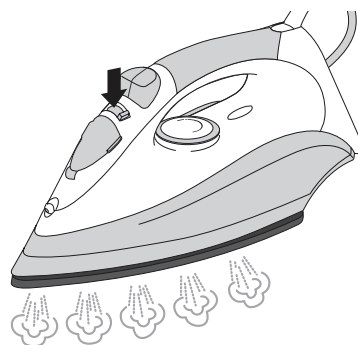

Figura 4
5. Ajuste la cantidad de vapor deseada mediante el botón correspondiente (véase la figura 4).
7. Puede utilizar la función de toma de vapor pulsando el botón de función vapor (6).